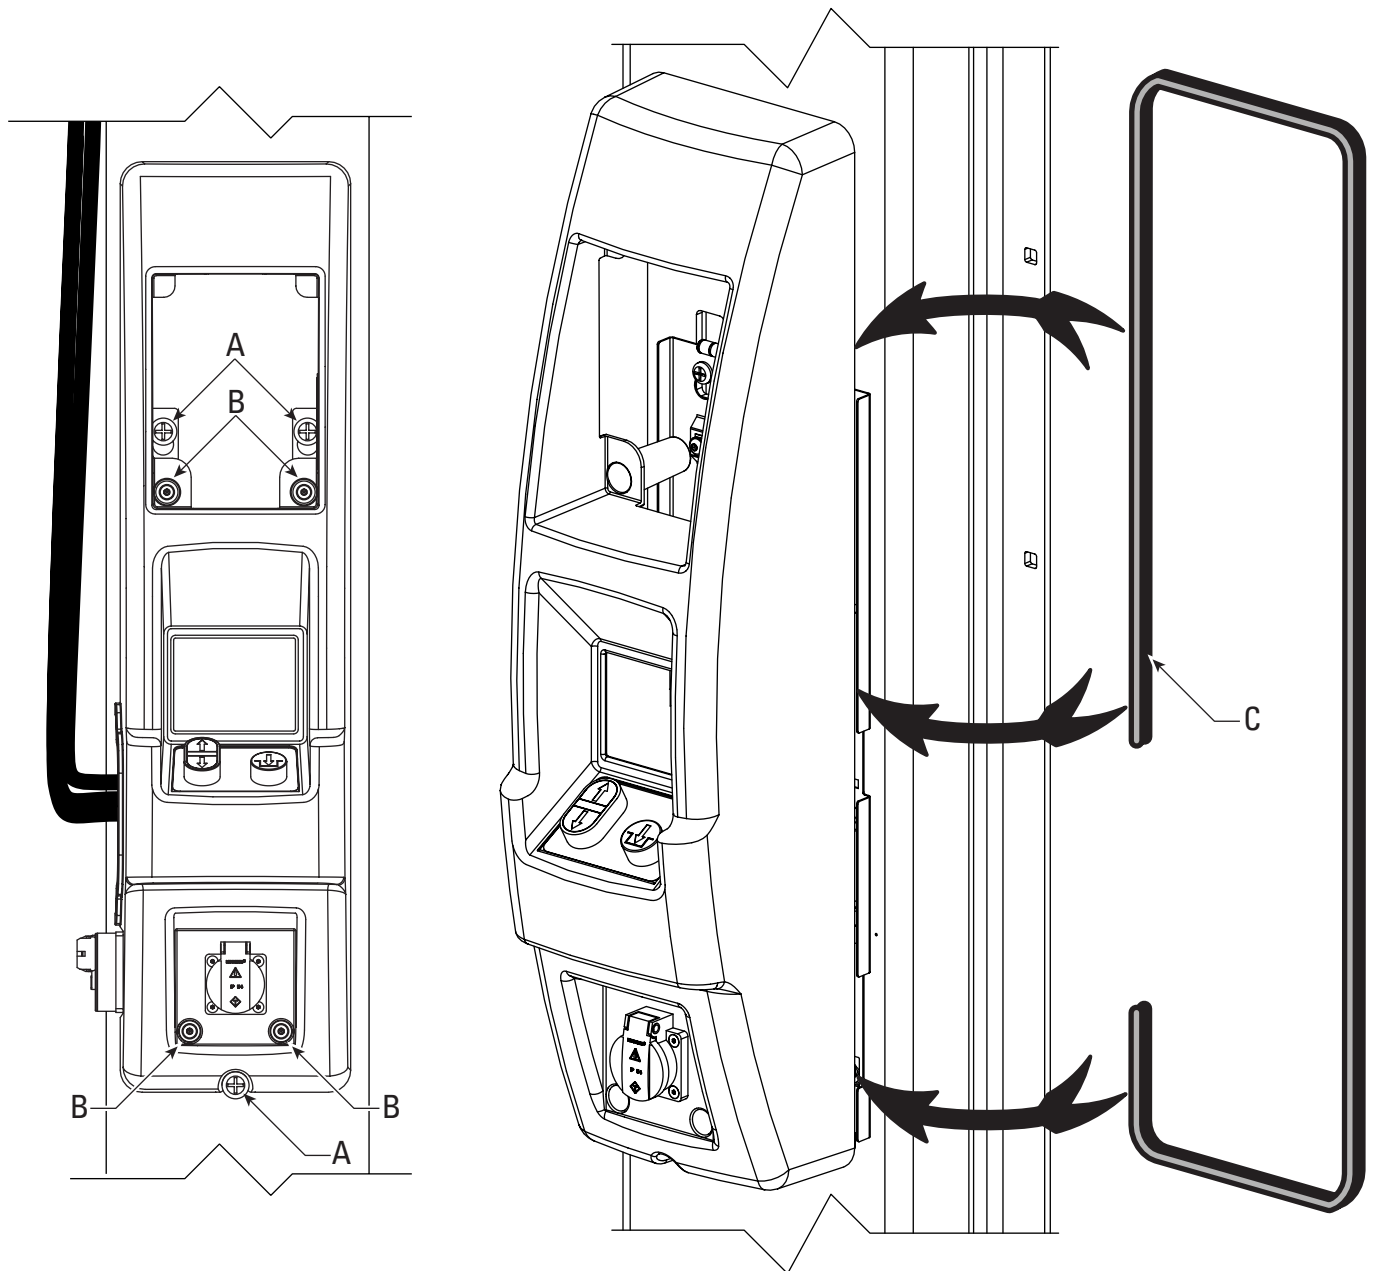

Abb. 33
- A) Um die Dichtung am Hauptseiten-Bedienfeld zu montieren, die (4) 5/16"-18NCx3/8" BHCS, die das schwarze Gehäuse halten, auffinden und diese mit 3 oder 4 Umdrehungen lösen (Abb. 33). Ebenfalls die (2) oberen und (19) untere 5/16"-18NCx3/8" PHMS lösen, die die Steuereinheit an der Säule halten. Die Dichtung hinter dem Haupteinheitengehäuse einpassen und die Schrauben festziehen (Abb. 33). Die Befestigungsschrauben so lange anziehen, bis die Dichtung richtig an der Säule sitzt. Nicht zu fest anziehen.